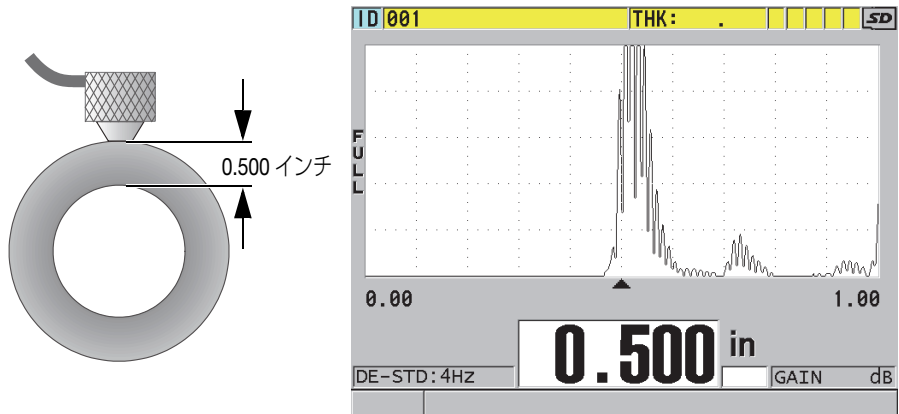

図 5-9 二振動子型探触子の接触および厚さ測定値の読み取り
2. 適度な圧力で、探触子の先端を試験体の表面に接触させ、試験体の表面上で探触子をできるだけ垂直に当てます（83 ページの図 5-9 参照）。